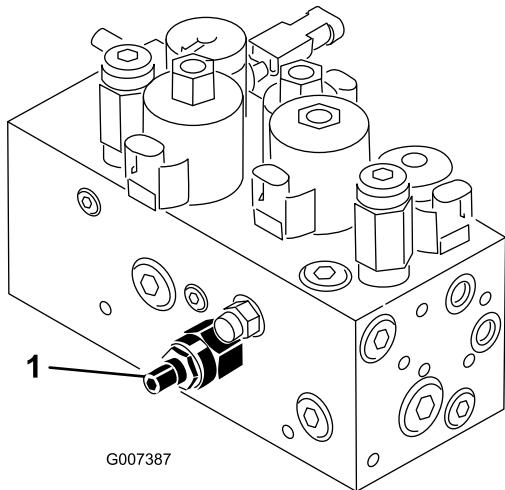

Рисунок 48
Гидравлический контур подъема/опускания режущих блоков оснащен клапаном регулирования расхода (Рисунок 48). Этот клапан настроен на заводе-изготовителе, но может потребоваться регулировка для компенсации различий в температурах гидравлического масла, скоростей сканирования, в навесном оборудовании и т.п. В случае необходимости регулировка производится следующим образом:
1. Поднимите сиденье и найдите клапан регулирования расхода (Рисунок 48), расположенный на боковой стороне гидравлического коллектора.